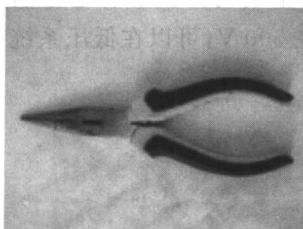

图 1-3 尖嘴钳
(3) 尖嘴钳如图 1-3 所示。它适用于在钢丝钳使用空间受限制的场所,用来夹持、弯曲导线或松动小的零部件。其手持绝缘柄部分耐压在 500 V,也可以带电操作。